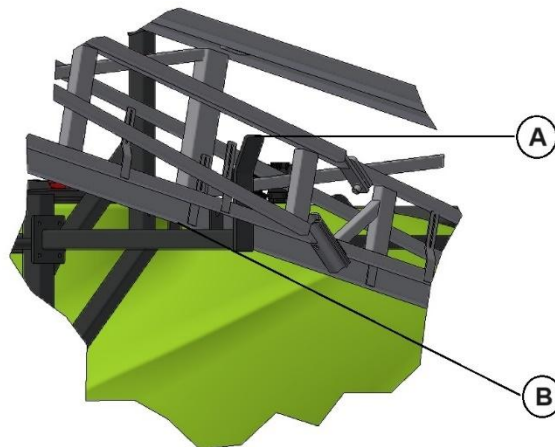

Figura 6.8 – Ex. Suporte lateral da barra BTL
- Antes de fechar a barra para a posição de transporte, eleve os braços acima do topo do batente lateral **A** (Figura 6.8).
- Certifique-se que os tramos apoiam corretamente nos batentes laterais (Figura 6.8), antes de iniciar a condução do conjunto trator/máquina.